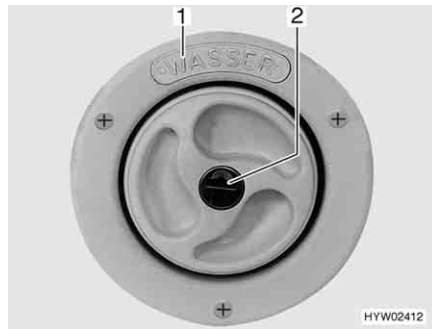
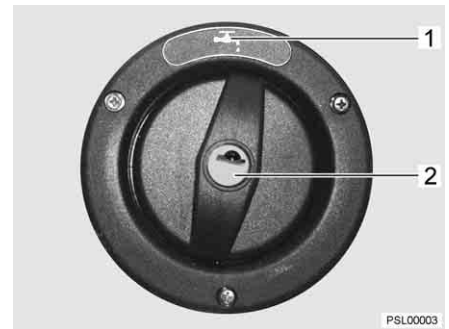

Fig. 164 Bec de remplissage d'eau potable
Fig. 165 Bec de remplissage d'eau potable (alternative)
Le bec de remplissage d'eau potable porte l'inscription "WASSER" (eau) (Fig. 164,1) ou le symbole "☞" (Fig. 165,1). Le couvercle de fermeture est ouvert et verrouillé à l'aide de la clé pour les serrures extérieures.
- Ouvrir le bec de remplissage d'eau potable (Fig. 164 ou Fig. 165) (voir chapitre 6).